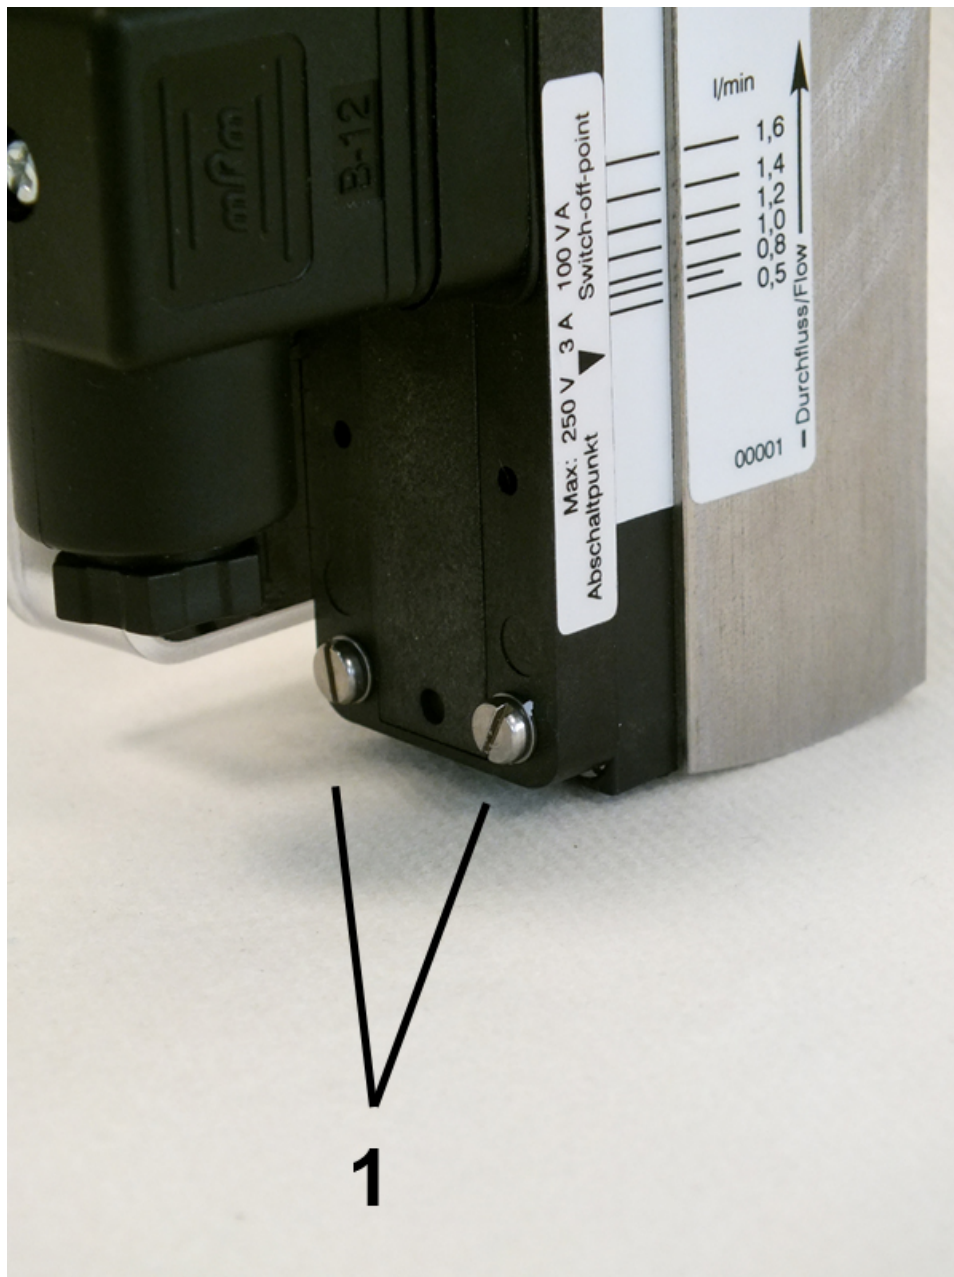

Abb. 26: Feststellschrauben lösen
1. Die Feststellschrauben des Schaltkontaktes (Abb. 26/1) mit einem Schlitzschraubendreher lösen.
3. Feststellschrauben des Schaltkontaktes (Abb. 26/1) mit einem Schlitzschraubendreher wieder anziehen. Dabei Schrauben-Anziehdrehmoment beachten.